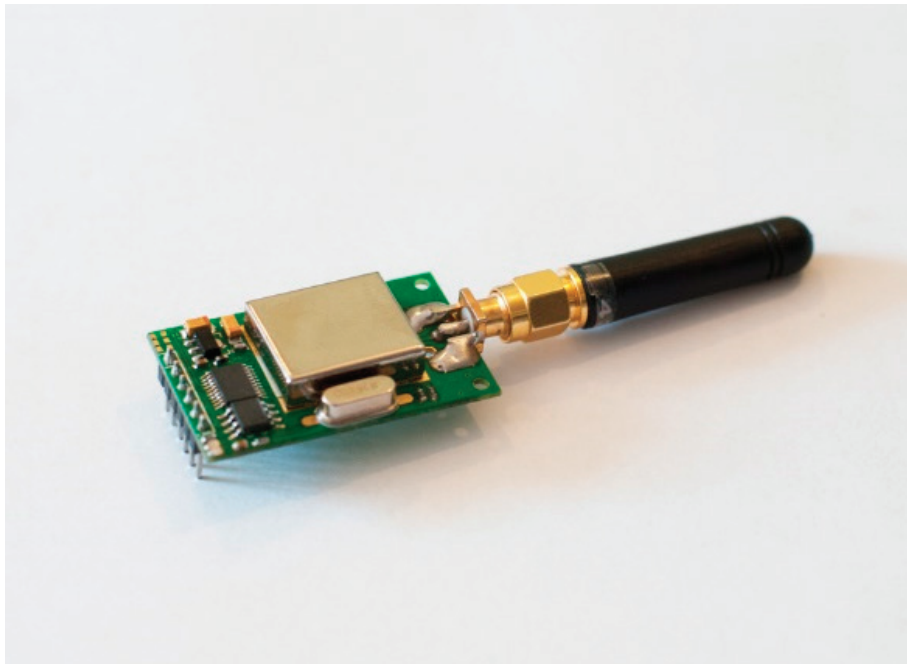

Рисунок 5.1 - Внешний вид радиомодуля.
Внешний вид радиомодуля (рис. 5.1) включает в себя:
- внешняя антенна (рис. 5.1).